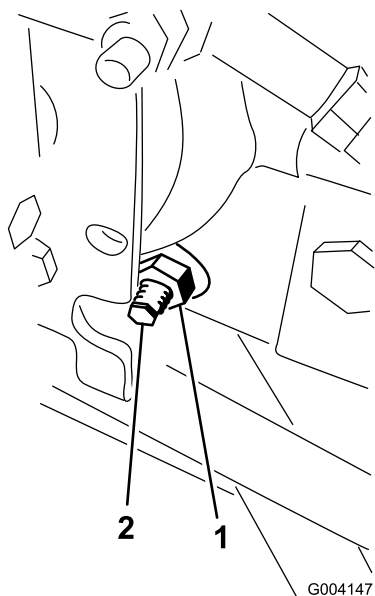

Figura 79
3. No lado direito do hidróstato, solte a porca de bloqueio no excêntrico de ajuste da tração (Figura 79).